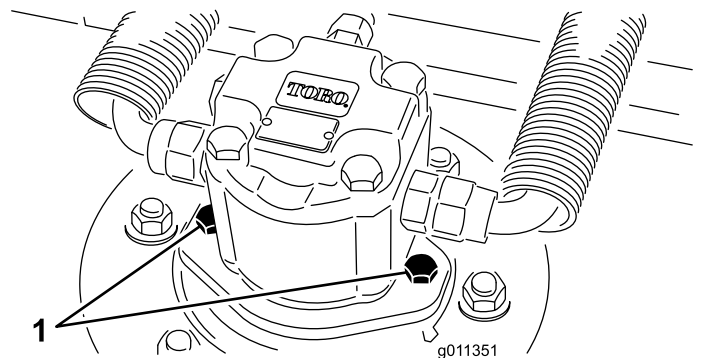

Figura 97
2. Desligue e retire o motor hidráulico da plataforma (Figura 97). Cubra a parte superior do eixo para não o sujar.
3. Instale o motor hidráulico na plataforma (Figura 97). Verifique se o anel de retenção está posicionado corretamente e não está danificado.